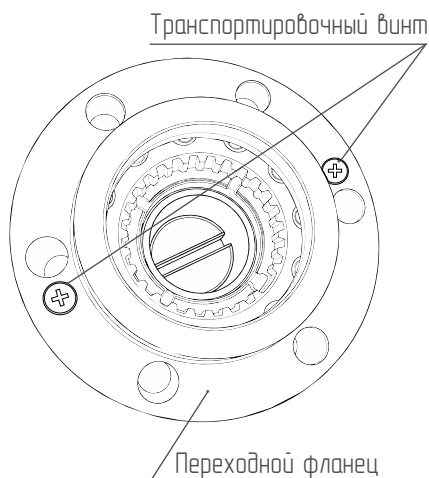

Рис. 3
5. Выкрутите из хаба [3] транспортировочные винты (рис.3) и достаньте из него переходной фланец.